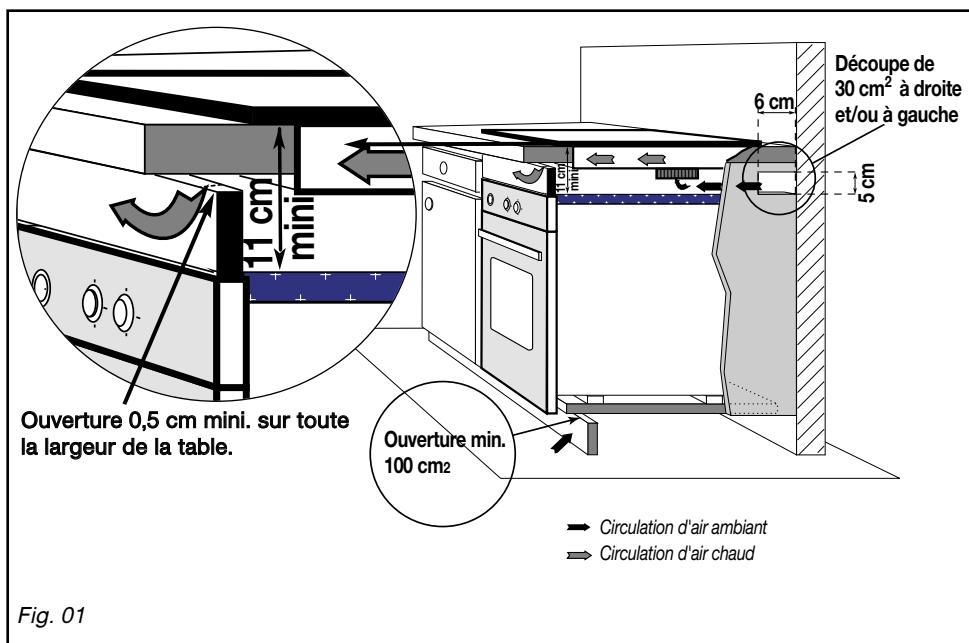

Fig. 01
– Vous pouvez immobiliser, si vous le désirez, la table au moyen de pattes de fixation livrées avec leur vis (Fig. 02) se fixant sur le carter aux emplacements repérés **A**. (Fig. 01) prévus à cet effet.
### – Au-dessus d'un four (Fig. 01)
Nous suggérons à cet effet une découpe de 30 cm2 à l'arrière d'un des côtés de la niche d'encastrement (*Fig. 01*)
– Branchez les fils sur l'installation en respectant les couleurs des fils (Fig. 01).